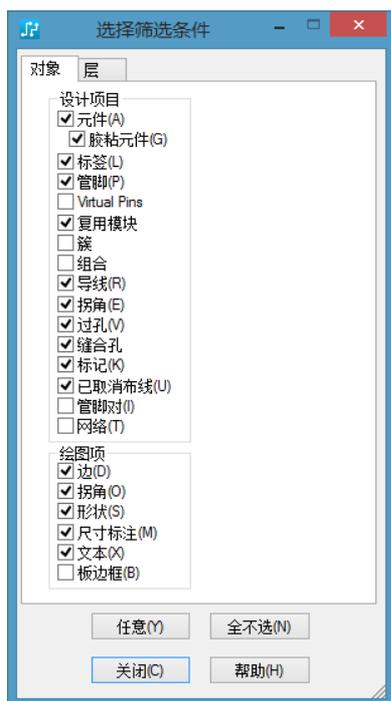

图 6-24 “选择筛选条件”窗口
(3) 取消亮显 取消之前高亮操作的效果。
(4) 全选 将当前设计中的对象全部选中。
(5) 循环 与工具栏中的图标按钮对应。当工作区内有两个或多个对象重叠时可用循环选择操作，从上到下依次选择重叠的对象。
(6) 筛选条件 打开“选择筛选条件”窗口，如图 6-24 所示，从中设置查找对象的范围。在 PCB 设计的实际操作中经常用到。